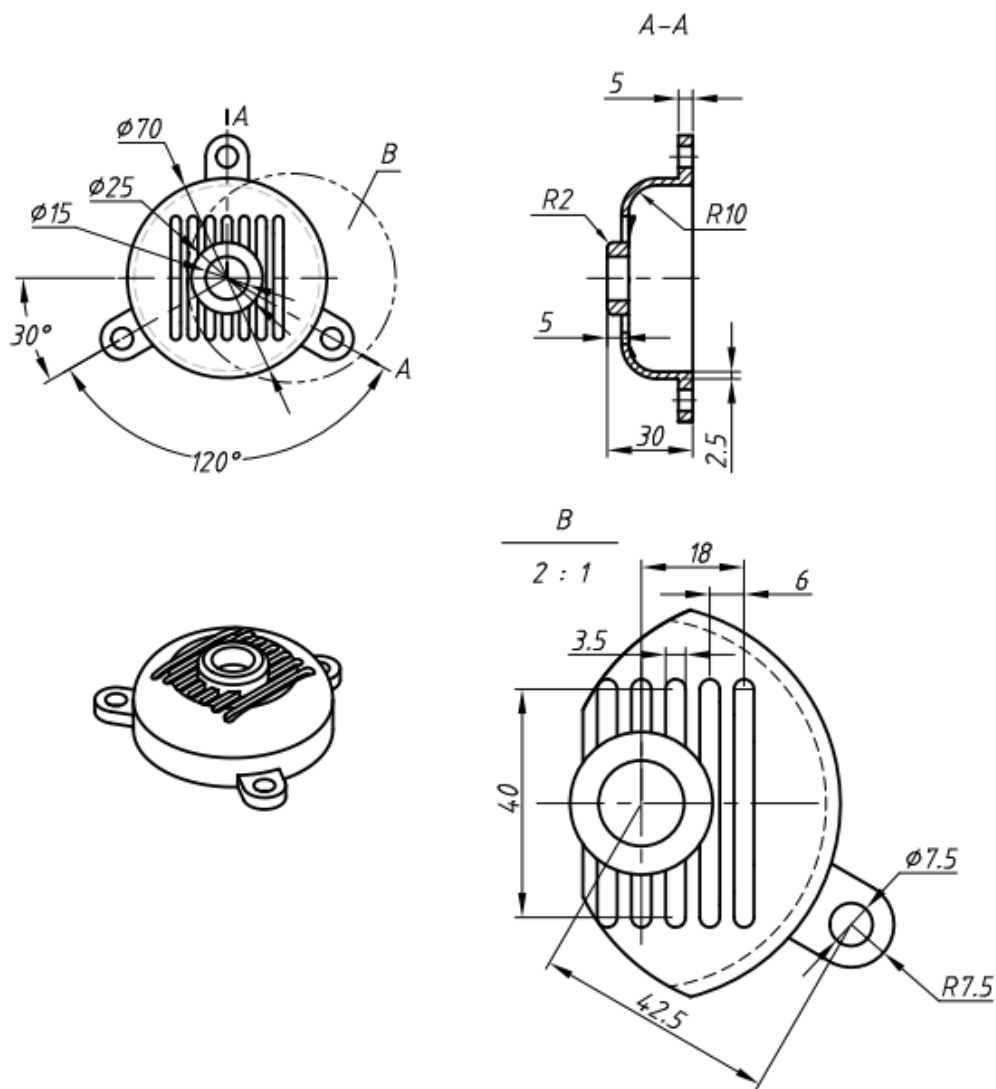

图3-14电机盖
按照图3-14的要求，对电机盖零件进行产品造型、结构设计与3D打印。塑件材料：**ABS**。技术要求：
(1) 在F盘下建立考生文件夹，文件夹名称为考生准考证号。产品零件设计的结果文件保存于此文件夹中。
(2) 根据图3-14对产品进行造型，并对内部结构进行设计，文件名称为CPSJ3DDY
(3) 对产品设计的结果文件进行3D打印